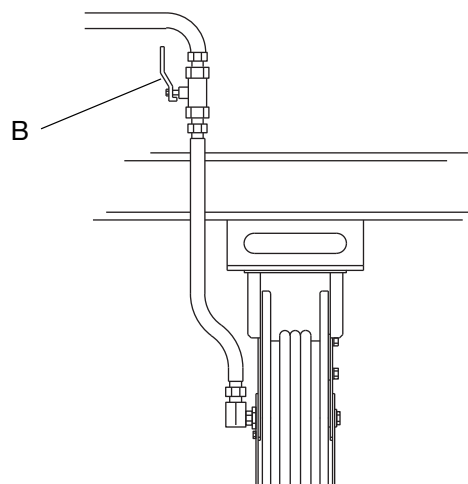

FIG. 7
4. Öppna alla avstängningsventiler för utmatningsventilerna (B) och starta pumpen för att trycksätta systemet. Se **LDP5-mätardrift**, sidan 16 gällande korrekt drift av mätaren (FIG. 7).